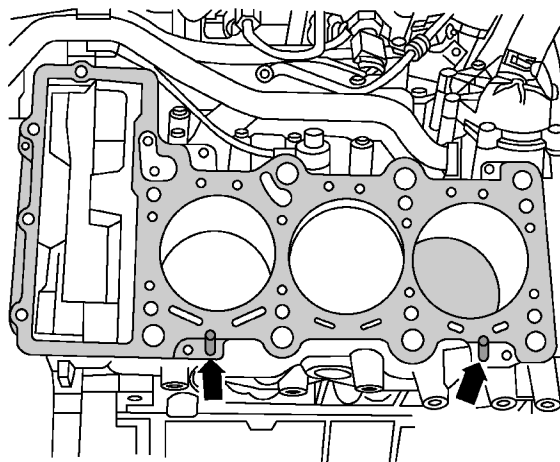

图 1-5-21 气缸体中的定位销
(18) 放上新的气缸盖密封件。注意气缸体中的定位销，如图 1-5-21 中箭头所示。注意气缸盖密封件的安装位置，标记“oben(上)”或零部件编号的必须指向气缸盖。
(19) 装上气缸盖。